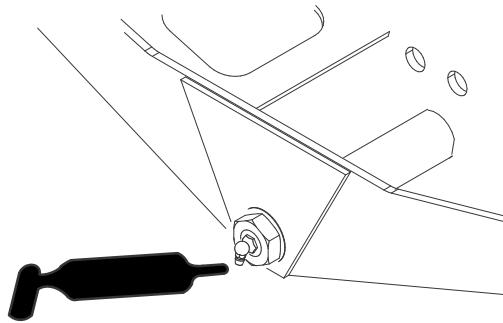

Bild 50
- Achsenlenkzapfen (1) (Bild 50)